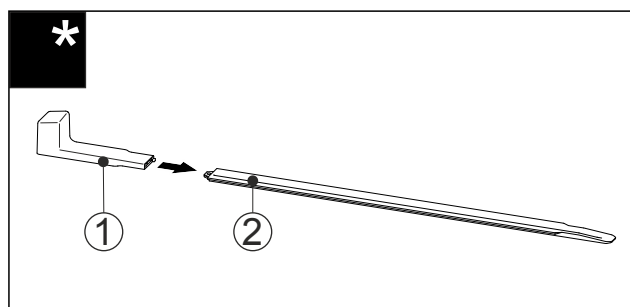

Fig. 54
- Вставте монтажну ручку Fig. 54 (1) на вирівнювальну рейку Fig. 54 (2).